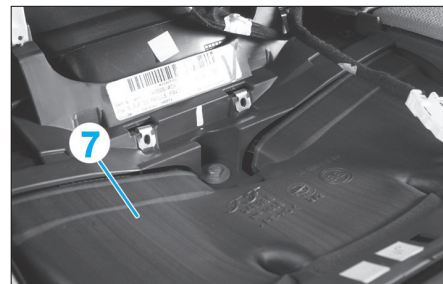

Fig. 8
- Déposer le support d'autoradio (6).
- Déposer la conduite d'air centrale (7) en commençant par l'arrière (Fig.8).